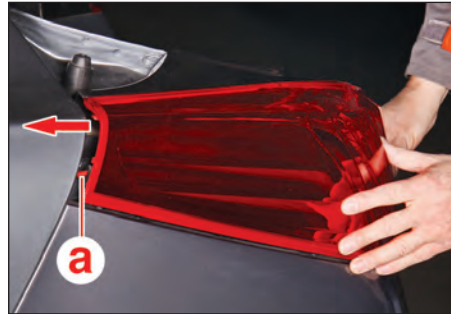

FIG.4
- Centrer le feu en (a) pour la repose (Fig.4).